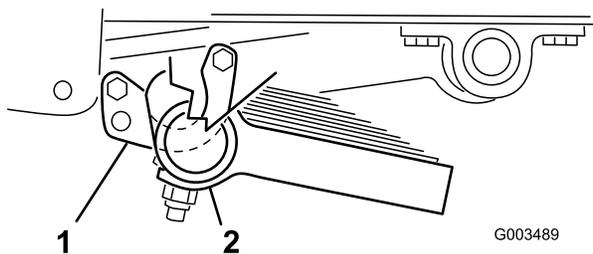

图 12
3. 用螺栓5/16 x 1 英寸和锁紧螺母5/16 英寸将每个鞍座的前部固定到管组件上**图 12**。